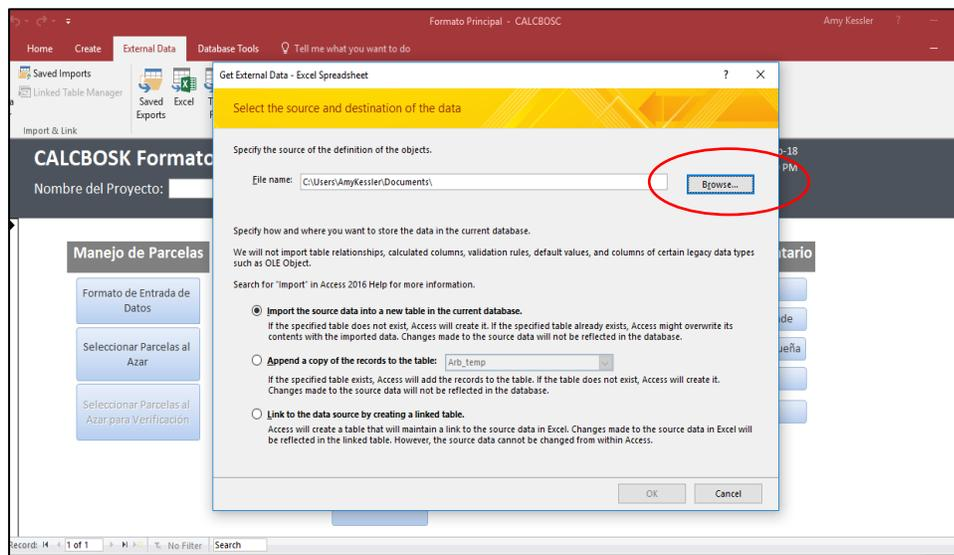

Figura 56. Importar un Documento de Excel – Paso 2
4.2. Se abrirá una ventana, dar clic en [Browse] y localizar el archivo de Excel correcto (Figura 56).